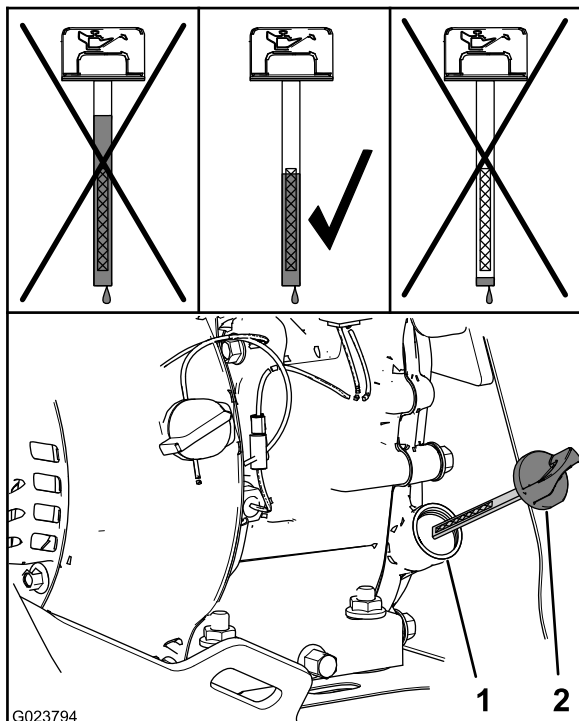

Figura 25
2. Retire la varilla y observe el nivel de aceite (Figura 25).
**Nota:** El nivel de aceite debe llegar a la parte superior del indicador de la varilla (Figura 25).
- A. Vierta el aceite especificado por el tubo de llenado (Figura 25).